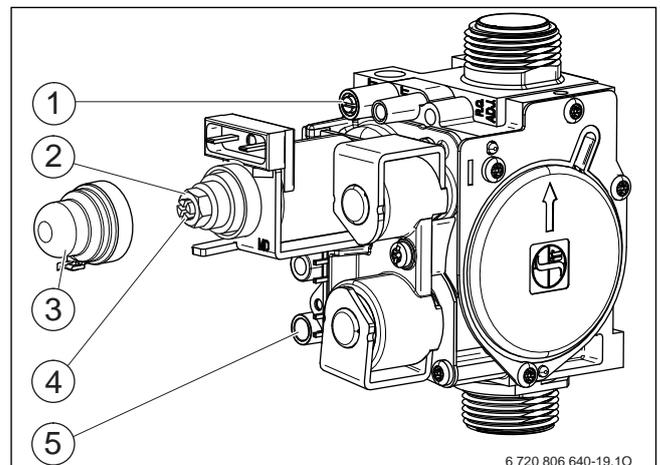

Рис. 31 Газовая арматура
- ▶ Отверните уплотнительный винт штуцера измерения давления на форсунках (→ рис. 31, [1]) и подсоедините U-образный манометр.
- ▶ Снимите крышку (→ рис. 31, [3]).
- ▶ Давление на форсунках (мбар) для положения «максимум» приведено в таб. на стр. 37 Установите давление на форсунках регулировочным винтом максимального расхода газа (→ рис. 31, [2]). Поворот направо - больше газа, поворот налево - меньше газа.
- ▶ Давление на форсунках (мбар) для положения «минимум» приведено в таб. на стр. 37. Установите давление на форсунках регулировочным винтом минимального расхода газа (→ рис. 31, [4]).
- ▶ Выключите котёл и закройте газовый кран, отсоедините U-образный манометр и заверните уплотнительный винт (→ рис. 31, [1]).
- ▶ Отверните уплотнительный винт на штуцере измерения подаваемого давления газа (→ рис. 31, [5]) и подсоедините манометр.
- ▶ Установите и опломбируйте крышку (→ рис. 31, [3]).